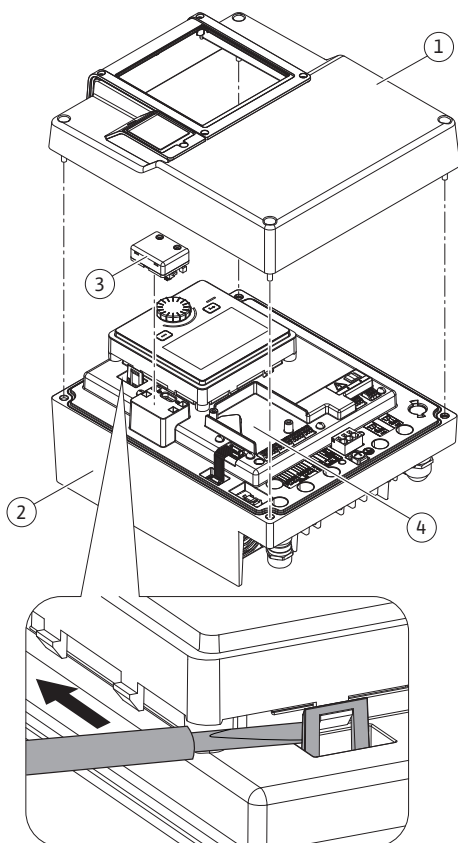
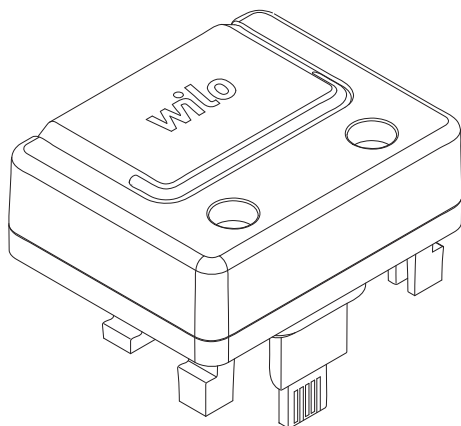

Fig. 26: Elektroniikkamoduuli
Fig. 27: Wilo-Smart Connect BT -moduuli
Wilo-Smart Connect BT -moduulin (Fig. 26, pos. 3 ja Fig. 27) Bluetooth-rajapinta on tarkoitettu yhteyden muodostamiseen mobiilipäätelaitteisiin, kuten älypuhelimeen ja tablettiin. Wilo-Assistant-sovelluksessa on Wilo-Smart Connect -toiminto. Pumpua voidaan käyttää, säätää ja sen tietoja lukea Wilo-Smart Connect -toiminnon avulla. Katso tietoa asetuksista luvusta "Käyttöönotto" [► 44].
1. Avaa elektroniikkamoduulin yläosan neljä ruuvia (Fig. 26, pos 1; Fig. I, pos. 2).
3. Liitä Wilo-Smart Connect BT -moduuli sille tarkoitettuun Wilo-Connectivity Interface -rajapintaan. Katso Fig. 26, pos. 3.
CIF-moduuleja (lisävarusteet) käytetään pumppujen ja kiinteistöhallintajärjestelmän väliseen tiedonvaihtoon. CIF-moduulit liitetään elektroniikkamoduuliin (Fig. 26, pos. 4)